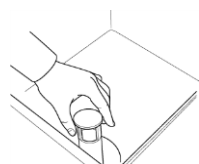

Fig.21
- 1- Ouvrir la porte et enlever le trop-plein. (Fig.21)